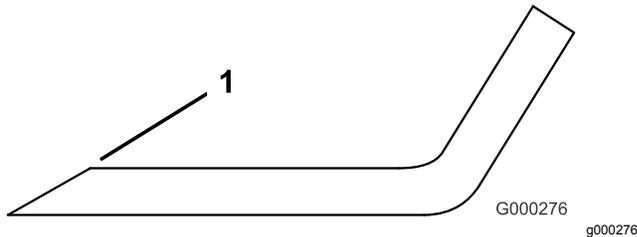

Figure 99
1. Au moyen d'une lime, aiguissez les tranchants à chaque bout de la lame (Figure 99).
**Remarque:** Si la lame est déséquilibrée, limez un peu l'extrémité de l'ailette seulement (Figure 99).